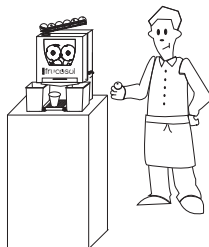

FIG. 3
- Coloque los cítricos en la rampa de alimentación. En el caso del modelo F-50 A, F-50AC, Self-Service, Freezer cargar el alimentador (FIG. 3)